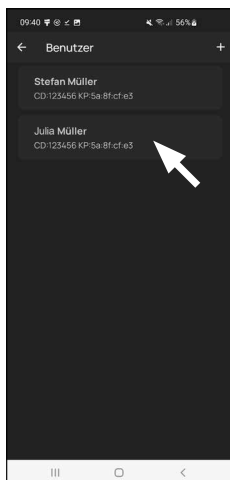

Fig. 7
- ! **Nota:** se si desidera inserire supporti di apertura per altri utenti, tornare indietro nel menu e selezionare l'utente desiderato (Fig. 7). Ripetere i passaggi descritti nel capitolo per questo utente.